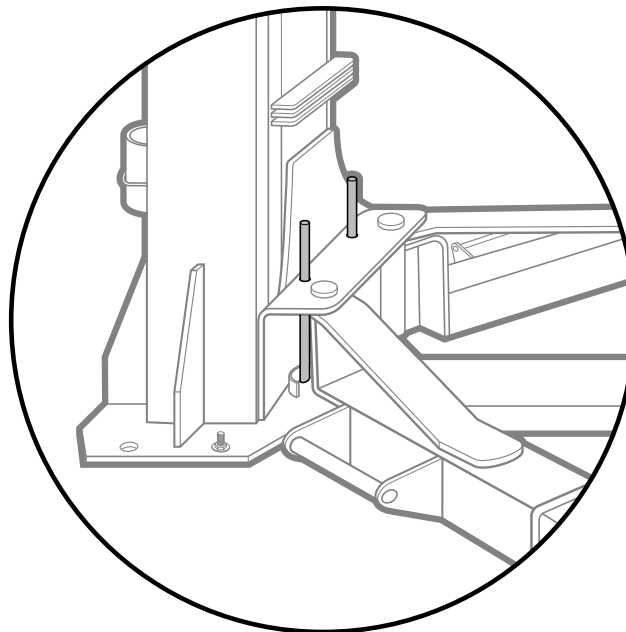

Abb. 24
5. Stellen Sie sicher, dass die Arretierung der Tragarme korrekt funktioniert, indem Sie die Verlängerung des Druckstiftes nach oben drücken und den Tragarm in eine der beiden Richtungen drehen, sodass der Stift nach einer kurzen Drehbewegung selbstständig in seine Ausgangsposition zurückkehrt (siehe Abb. 24).